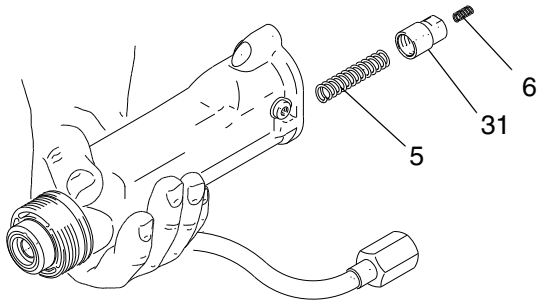
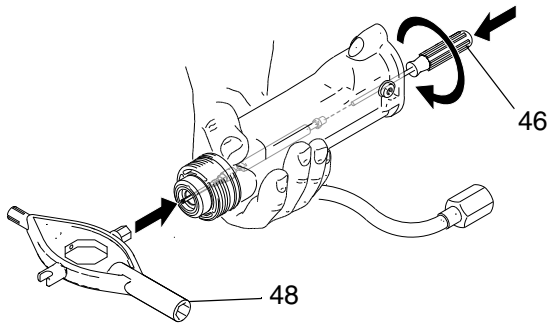

图 26. 弹簧帽和弹簧
图 27. 流体枪针拆卸
3. 卸下枪筒 (1)，参见第 39 页。
4. 从枪筒上卸下弹簧帽 (31) 和弹簧 (5)。参见图 26。
5. 确保座外罩 (4) 已卸下。将 2 毫米球头扳手 (46) 放在液体枪针组件背面。向前推动工具，使枪针两段接合，并逆时针旋转约 12 个整圈，旋松枪针。
6. 使用塑料多功能工具 (48) 的外部六角端，小心地从枪筒前面直接推液体枪针球，直到液体密封从孔中释放。参见图 27。